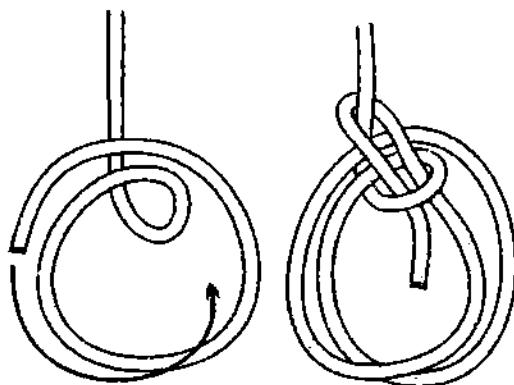

Рис. 504. **Воинский беседочный узел**. Ходовой конец, формируя рабочие петли, каждый раз ложится поверх калышки.
**Воинский беседочный узел** – это тот же **португальский беседочный узел**, но ходовой конец в начале вязки не пропускается в калышку, а формирует вторую и последующие рабочие петли (рис. 504). Свойства у **воинского булиння** такие же, как и у **португальского булиння** и применяется он в тех же случаях, что и последний. Количество